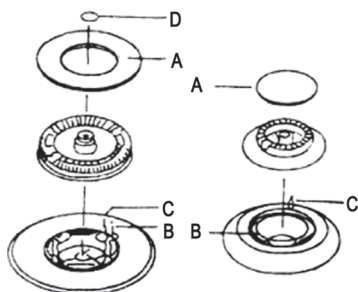

Рис. 1
- После зажжения пламени, удерживайте ручку нажатой около 10 секунд. Это время необходимо для нагрева “термопары” (рис.1-С) и задействования предохранительного клапана, который в противном случае перекроет подачу газа.